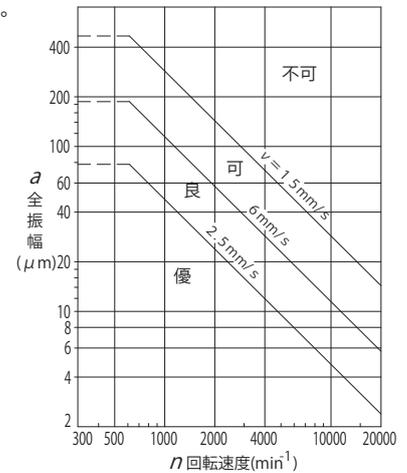

図 2-6 振動の許容値
- 良否判定は、JIS B 8330 軸受箱上の振動許容値判定に基づいてください。振動値が「可」の範囲にあり、増加傾向がみられない場合は問題ありません。引き続き適正なグリース給油を行い、点検を実施願います。(図 2-6 参照)